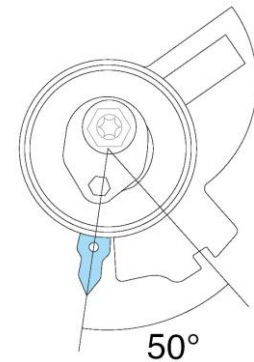

Fig. 5
- Quitar el pasador y girar el tensor en sentido antihorario (véase la flecha de la placa) hasta que esté completamente tenso (Fig. 5).